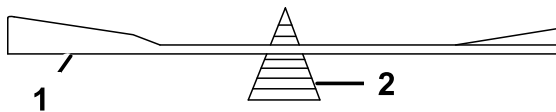

Figura 58
- Verifique el equilibrio de la cuchilla colocándola sobre un equilibrador de cuchillas (Figura 58).